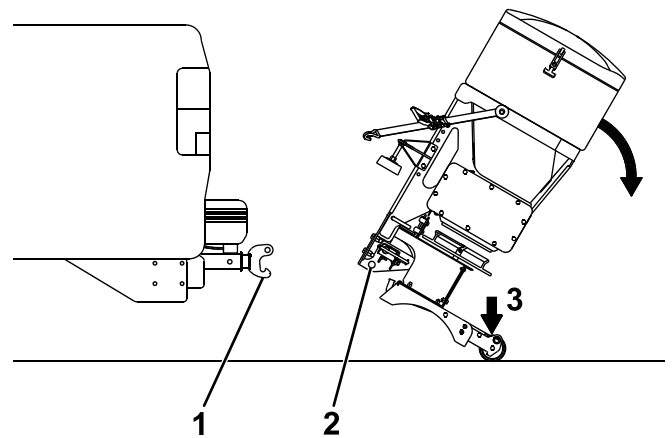

Bild 25
6. Kippen Sie den Streuer nach unten, um den oberen Bolzen aus der RT3-Halterung zu lösen (Bild 25).
7. Halten Sie den Streuer fest und treten Sie auf die Haltevorrichtung, um ihn nach hinten zu kippen, bis sich der untere Bolzen der RT3-Halterung auf Höhe des Hakens an der RT3-Kupplung befindet (Bild 25).